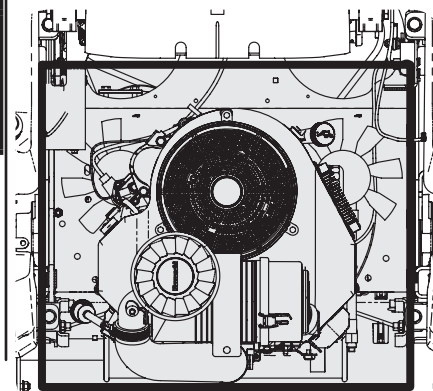

Figure 4-1
- Nettoyez autour du collecteur d'échappement et des fusibles, du câblage électrique et des faisceaux, du tuyau du silencieux, du pare-chaleur du silencieux, les grilles d'entrée d'air du moteur et les ailettes de refroidissement, entre autres. Voir Figure 4-1.